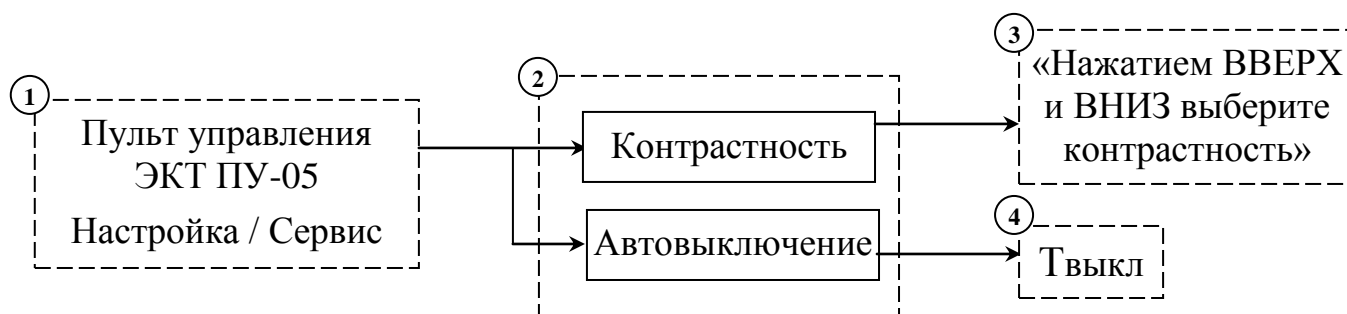

Рисунок 2
5.3. Включить пульт, кратковременным нажатием кнопки **«ПИТАНИЕ»**. Пока нет связи между пультом и контроллером ЭКТ (ЭКТМ) информация, отображающаяся на дисплее, будет соответствовать диаграмме рис. 2. На этой, и последующих в данном паспорте диаграммах, пунктиром обозначены страницы, появляющиеся на дисплее пульта в тот или иной момент времени. Они условно пронумерованы для простоты обращения к ним при дальнейшем описании работы с пультом.
При включении пульта на дисплее отображается страница №1 (рис. 2). Далее, следуя все той же диаграмме и правилам перемещения по меню пульта, оговоренных в п. 5.4, можно настроить контрастность изображения (страница №3) либо время автоматического выключения пульта с момента последнего нажатия клавиш (режим энергосбережения) (страница №4).